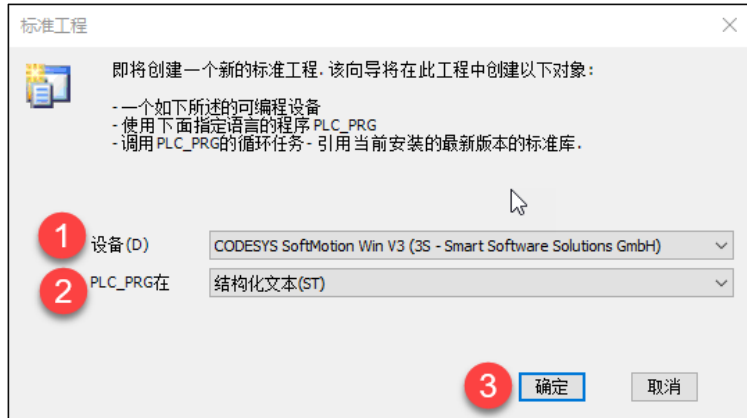

图 5-2-34 选择设备与编程语言
在标准工程窗口中设备选择“CODESYS SoftMotion Win V3”, PLC_PRG 编程语言选择“结构化文本 (ST)”,如图 5-2-34 所示。